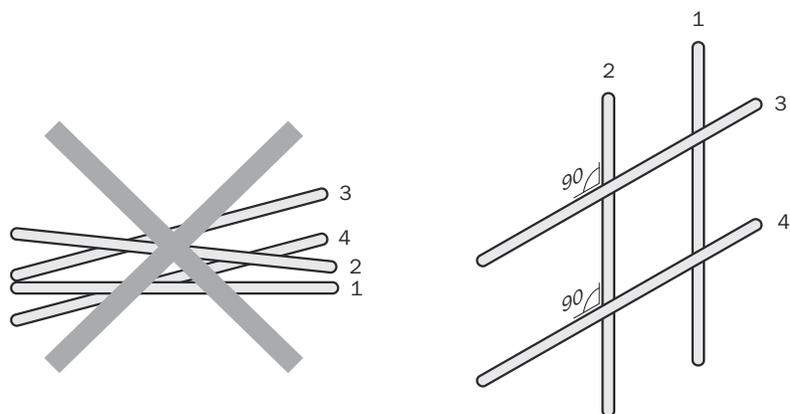

Abbildung 2: Leitungen im rechten Winkel kreuzen
- ▶ Leitungen der Gruppe 1, 2 und 3, 4 müssen in einem rechten Winkel gekreuzt werden. siehe Abbildung 2, Seite 26